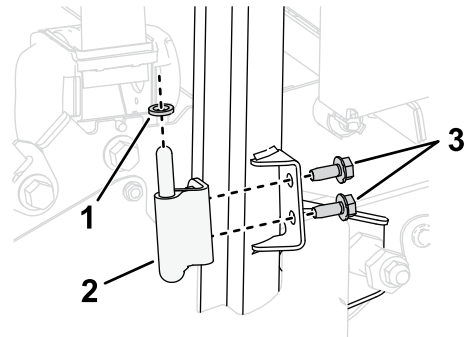

Figur 8
- Fastgør låsestykkebeslaget på det nederste, venstre dørtætningsbeslag med 2 bolte med unbrakokærv (1/4" x 3/4") og 2 låsemøtrikker (1/4") som vist i Figur 8.